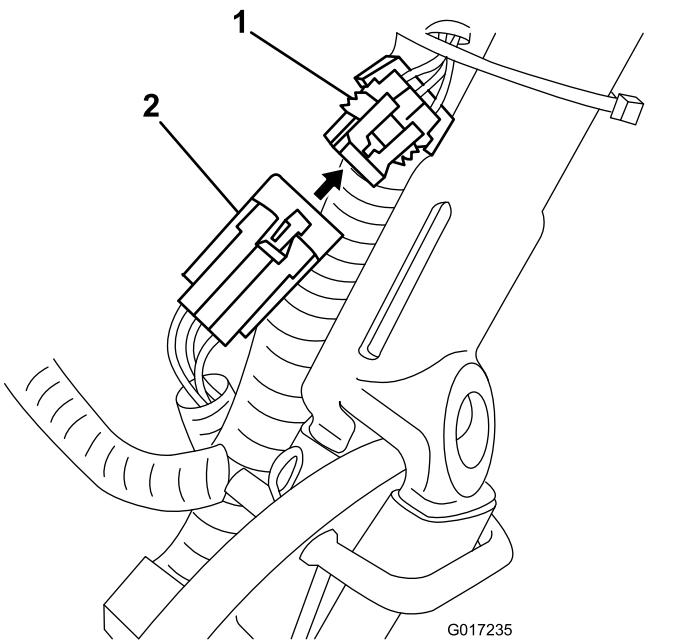

Figura 16
3. Desligue o pequeno conector na bateria da cablagem da máquina na cablagem principal (Figura 16).
- Encaminhe a cablagem da bateria por baixo e por detrás da cablagem principal no lado esquerdo da máquina e ligue o pequeno conector de 6 pinos na cablagem ao conector correspondente na cablagem principal como se mostra na Figura 16.